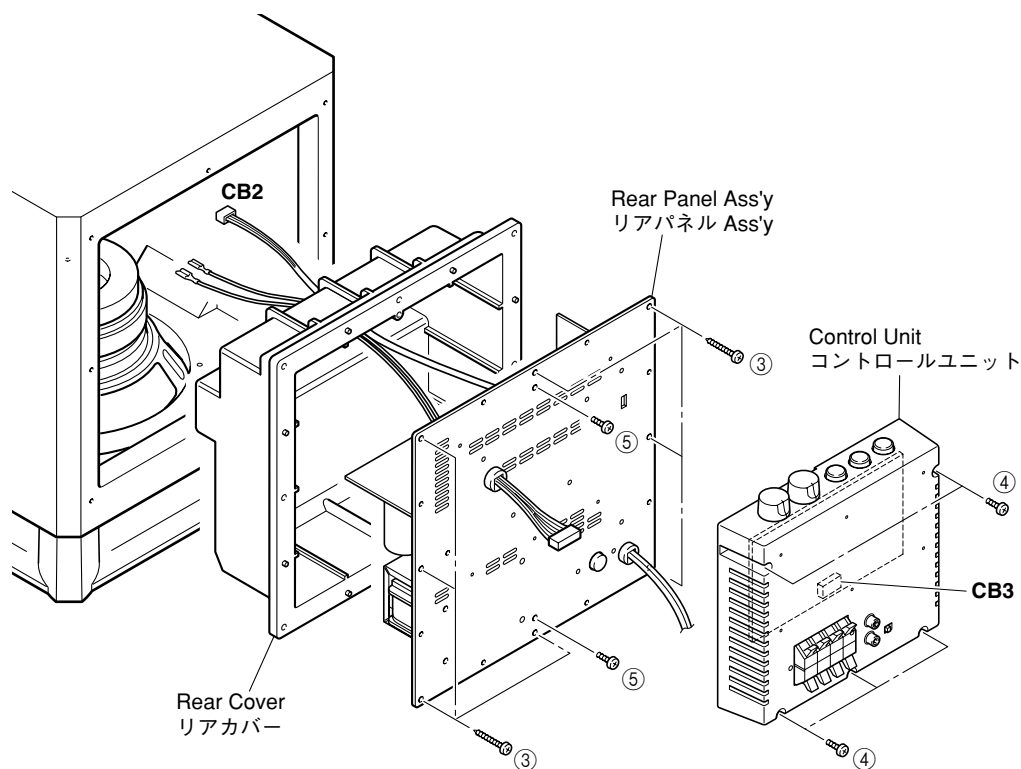

Fig. 2
- Remove 8 screws (③). (Fig. 2)
* Screws (③) are identified with arrow marks (◀).
- Pull out the rear panel ass'y. (Fig. 2)
- Disconnect the connector (CB2) connected to the MAIN (8) P.C.B. (Fig. 2)
- Remove 5 screws (④). (Fig. 2)
- Remove the Control Unit from the Rear panel. (Fig. 2)
- Disconnect the connector (CB3) connected to the MAIN (3) P.C.B. (Fig. 2)
- Remove 2 screws (⑤). (Fig. 2)
* Screws (⑤) are identified with arrow marks (◀).
- Remove the Rear Cover. (Fig. 2)
- ③のネジ8本を外します。(Fig. 2)
- リアパネルAss'yを引き出します。(Fig. 2)
- MAIN (8) P.C.B.に接続されているコネクタ(CB2)を外します。(Fig. 2)
- ④のネジ5本を外します。(Fig. 2)
- コントロールユニットをリアパネルから外します。(Fig. 2)
- MAIN (3) P.C.B.に接続されているコネクタ(CB3)を外します。(Fig. 2)
- ⑤のネジ2本を外します。(Fig. 2)
- リアカバーを外します。(Fig. 2)